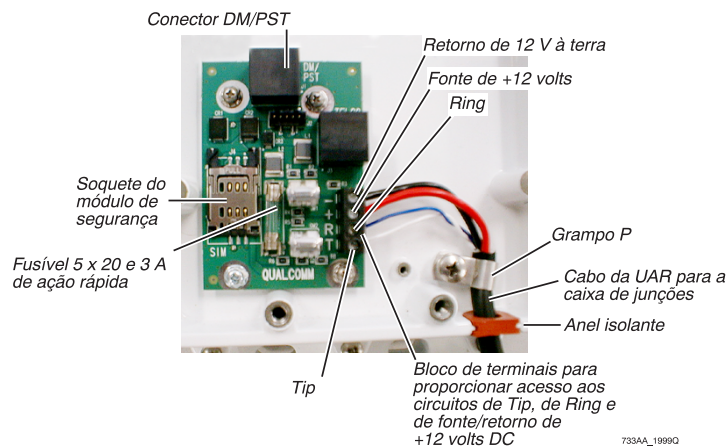

Figura 9. Detalhe da parte interna da UAR
2. Instale o cabo da UAR colocando-o na parte inferior da caixa de junções e então na UAR. Conecte o fio à UAR utilizando as informações na Tabela 8. Consulte a Figura 9 na página 17 para ver os detalhes.